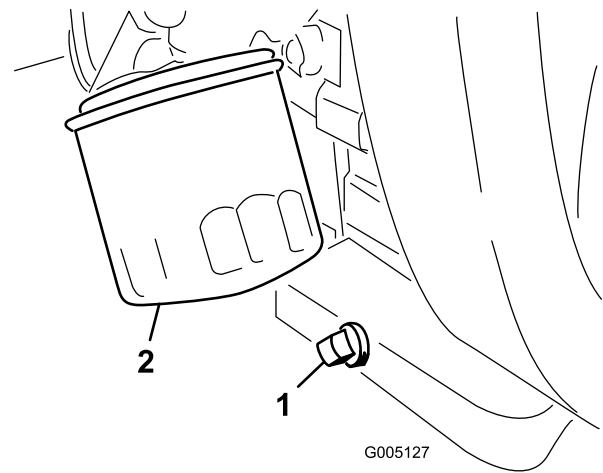

Bild 49
2. Entfernen Sie den Ölfilter (Bild 49). Ölen Sie die neue Dichtung am Ölfilter leicht mit frischem Öl ein.
1. Entfernen Sie die Ablassschraube (Bild 49) und lassen das Öl in ein Auffanggefäß ab. Schrauben Sie die Ablassschraube wieder ein, nachdem das Öl abgelassen ist.